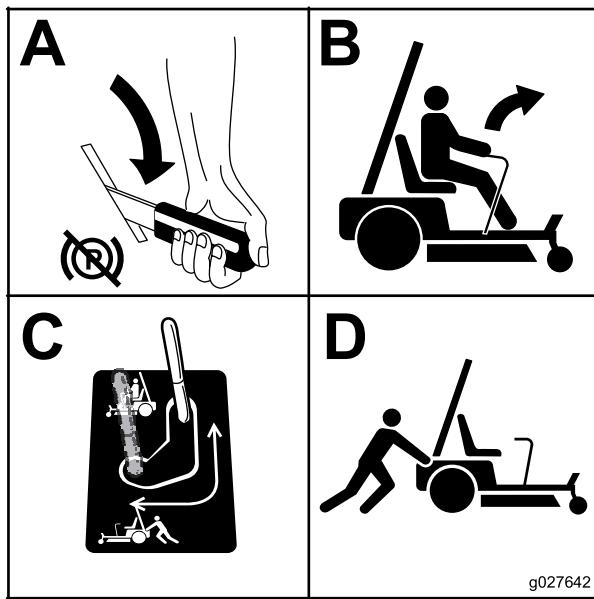

Figure 27
3. Répétez cette procédure de chaque côté de la machine Figure 27.
- Placez la dérivation à la position voulue pour utiliser la machine (Figure 27) et engager les moteurs des roues.